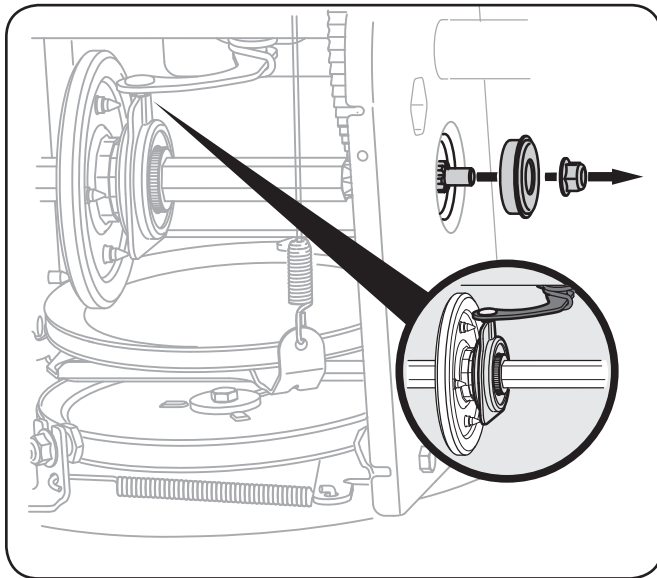

Figura 7-7
5. Retire con cuidado la tuerca hexagonal y la arandela que sujetan el eje hexagonal al marco de la máquina quitanieve, y golpee suavemente el extremo del eje para desplazar el cojinete de bolas del lado derecho del marco. Vea la Figura 7-7.